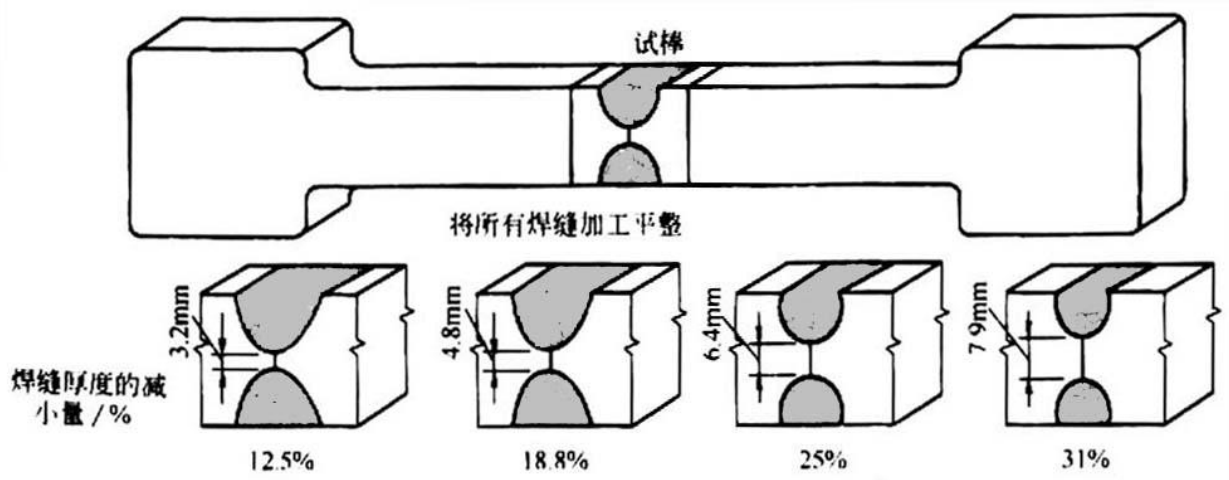

图 56 未焊透对焊缝强度的影响
③ 图 56 给出了未焊透对焊缝强度的影响。进行拉伸试验之前，先将焊缝加工平整。当焊缝缩颈处减小到整个试样厚度的 **31%**时，整个焊缝才发生破断